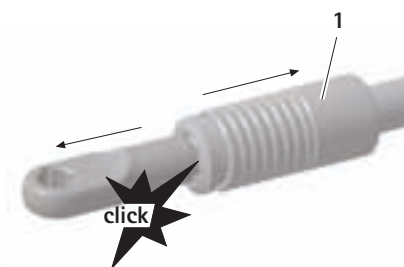

Fig. 4
- Agarrar el acoplamiento rápido **1** de la pieza de conexión **A** o el soporte universal UNITRAC **J** por el mango y tirar hacia atrás, ver Fig. 4.